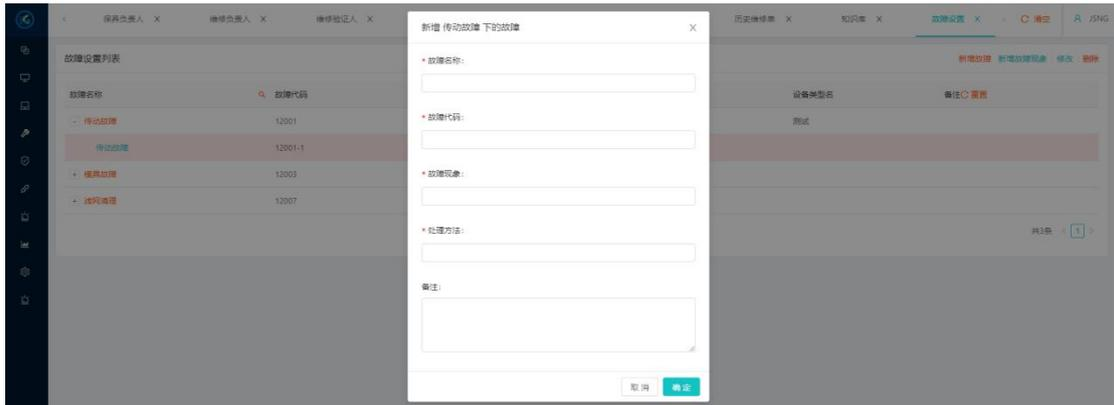

图 11.5
2. 新增故障现象，修改故障现象，在故障类型下面新增子故障信息，如图 11.5